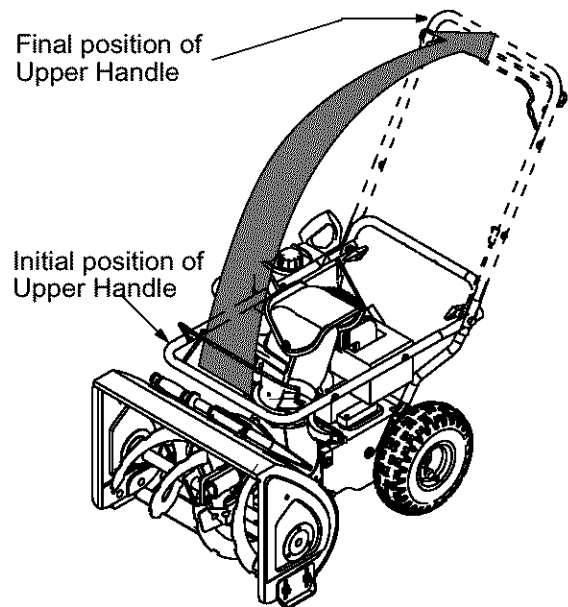

Figura 3
3. Sostenga ambos ganchos de control contra la manija superior y empujelos hacia arriba como se detalla en Figura 3. Asegúrese de que las trabas de la manija superior sobre la manija inferior y los soportes cónicos se alineen con la manija. Tendrá que manipular cuidadosamente la manija superior para destapar el canal de descarga.